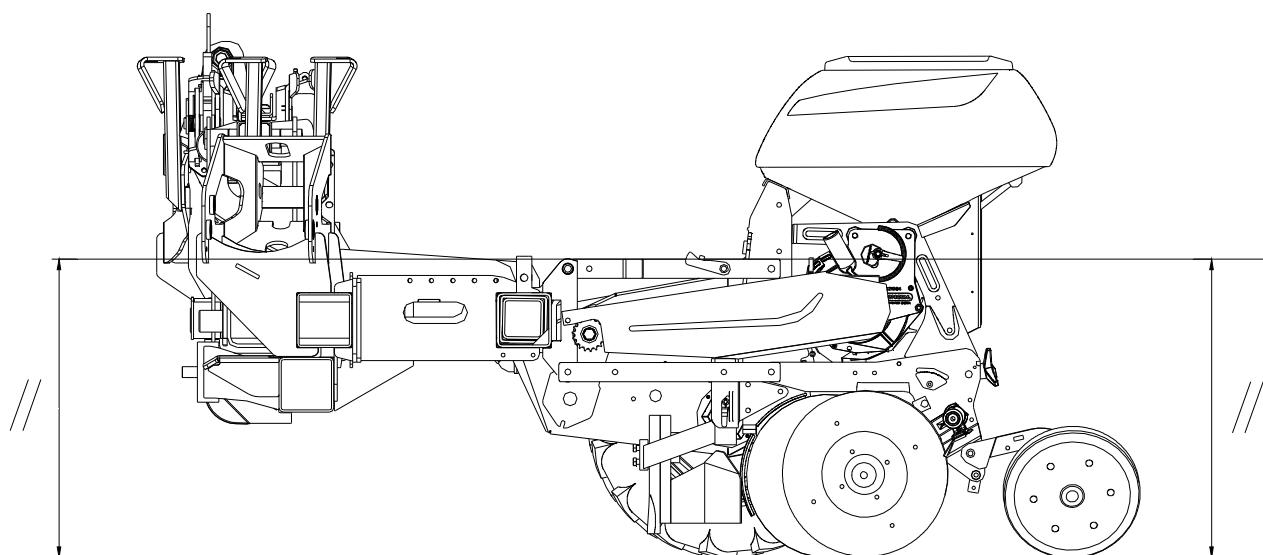

Fig. 5
- Aplomb : ajustez la longueur du tirant 3^e point (fig. 3) pour que, semoir posé au sol, la face supérieure du tube de châssis soit parallèle au sol (fig. 5).
- Lotrechte Stellung: Die Länge der Zugstange 3. Punkt (Abb. 3) so einstellen, dass die Oberseite des Rahmenrohres, bei abgestellter Sämaschine, parallel zum Boden verläuft (Abb. 5).
- Plumb: adjust the length of the 3-point tie rod (fig. 3) so that when the planter is placed on the ground, the upper side of the shaft of the frame is parallel to the ground (fig. 5).